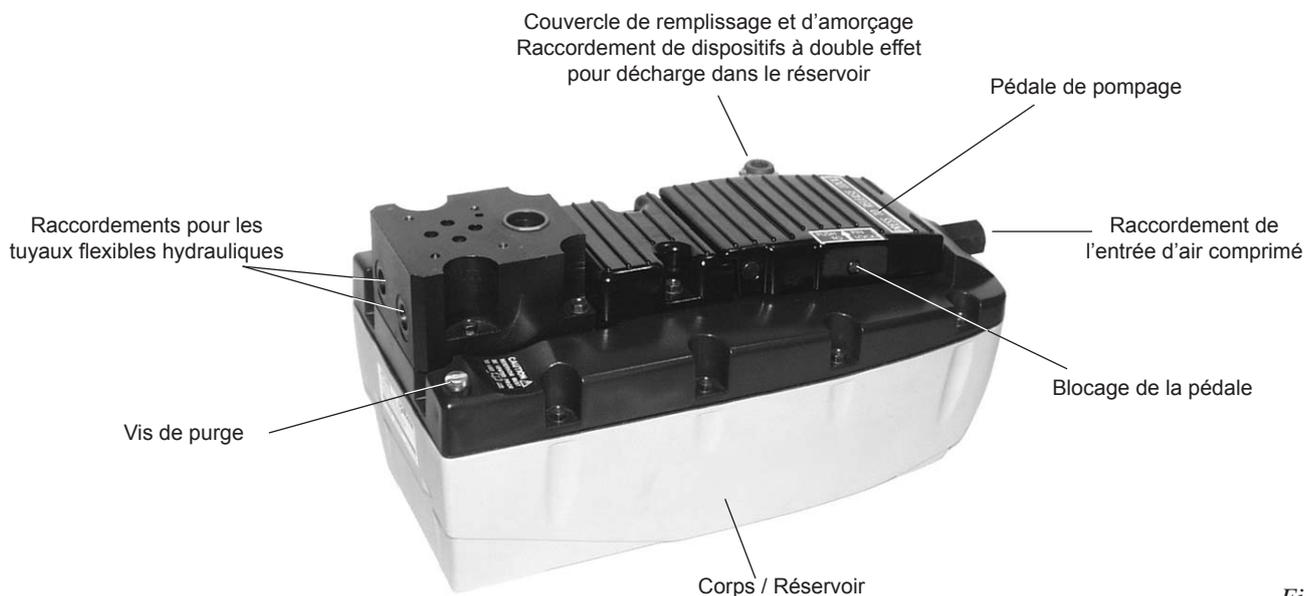

Fig.12
Sur la figure 12 sont représentées les différentes pièces de la pompe.
Sur la figure 12, est représentée la pompe UPC avec un réservoir de 2,4-l.
- Retirer au moyen d'un tournevis plat le couvercle de remplissage (fig.12, page 35), et l'enlever complètement.
- Visser fermement sur le raccordement d'air comprimé (fig. 12, page 35) un raccord rapide convenant à votre installation, et dont vous avez au préalable entouré le filetage de ruban en téflon.